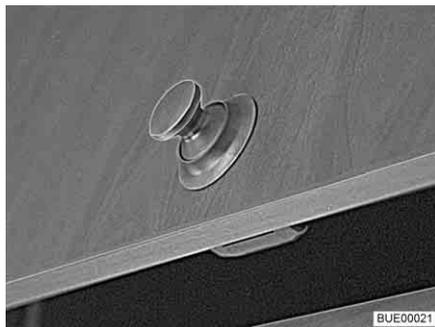
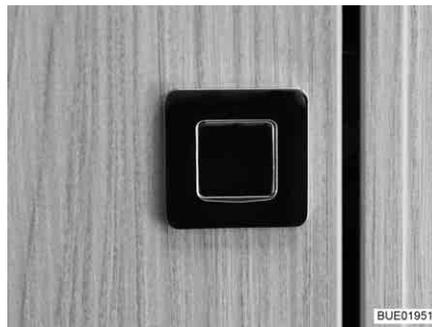

Bild 55 Möbelklappe mit rundem Druckknopf
Bild 56 Möbelklappe mit rechteckigem Druckknopf
- Innenteil des Schlosses drücken. Der Druckknopf (Bild 55 oder Bild 56) springt heraus.